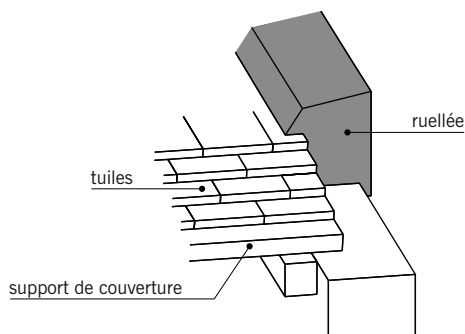

fig. 7.47
■ La **ruellée** (fig. 7.47) : bourrelet de mortier de section trapézoïdale réalisé sur une rive latérale de toiture. De nos jours, la ruellée est très souvent remplacée par des éléments spéciaux de couverture qui recouvrent la rive telles les tuiles de rive.